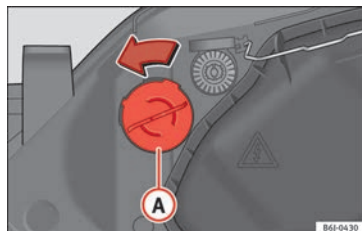

Fig. 103 Luz intermitente.
- Gire el portalámparas »» fig. 103 ① hacia la izquierda y tire.